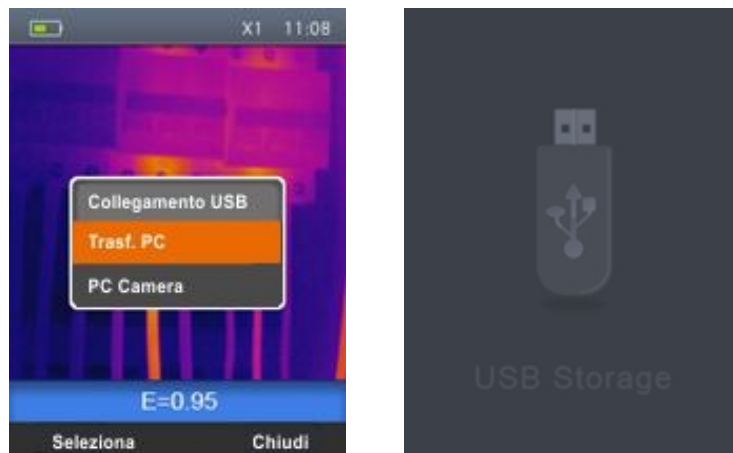

Abb. 32: Übertragung der Bilder/Videos auf einen PC
2. Verbinden Sie das USB-Kabel mit dem Gerät (siehe Abb. 2 – Teil 19) und an den PC. Die folgende Bildschirmseite (siehe Abb. 32 – Linke Seite) erscheint im Display:
4. Benutzen Sie die  $\oplus$  oder  $\ominus$  Tasten zur Auswahl der Option "PC- Übertragung" und drücken Sie "Auswählen". Die Bildschirmseite Abb. 32 – Rechte Seite erscheint im Display.